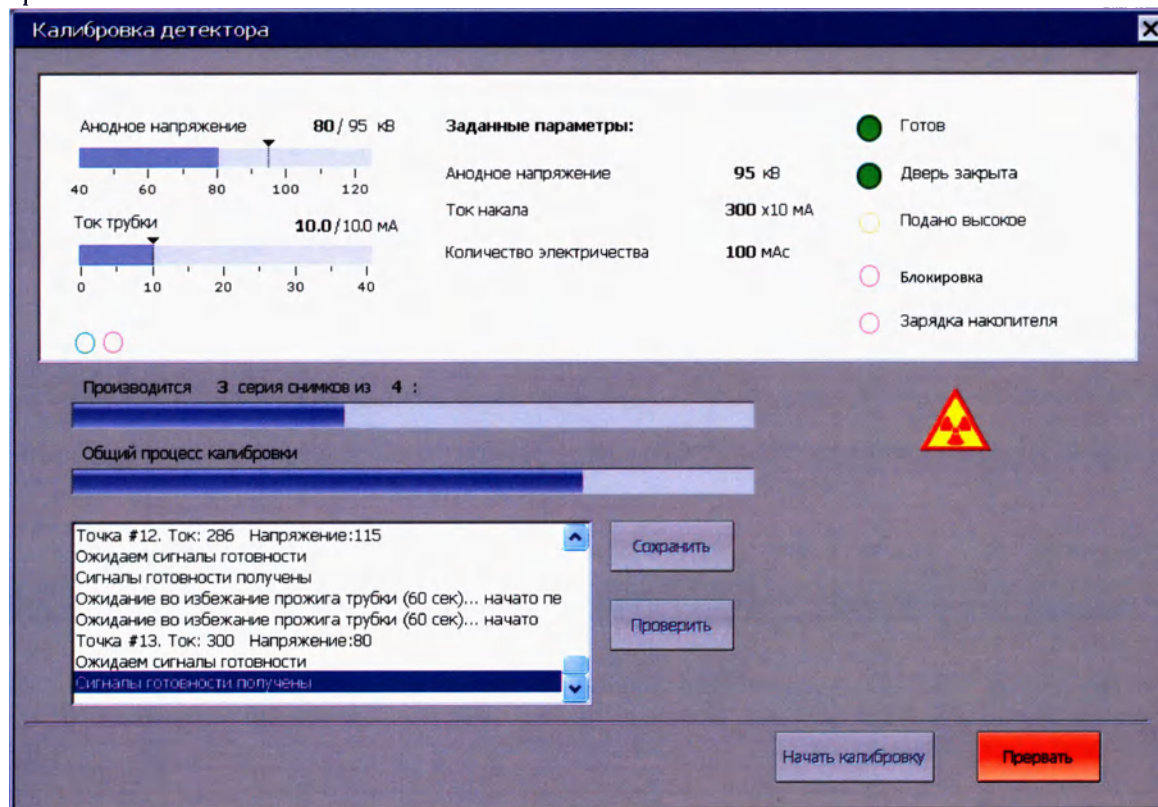

Рисунок 12 - Диалог калибровки детектора
7.2.9 На экран монитора будет выведено окно пульта управления «Калибровка детектора» (см. рис. 12).